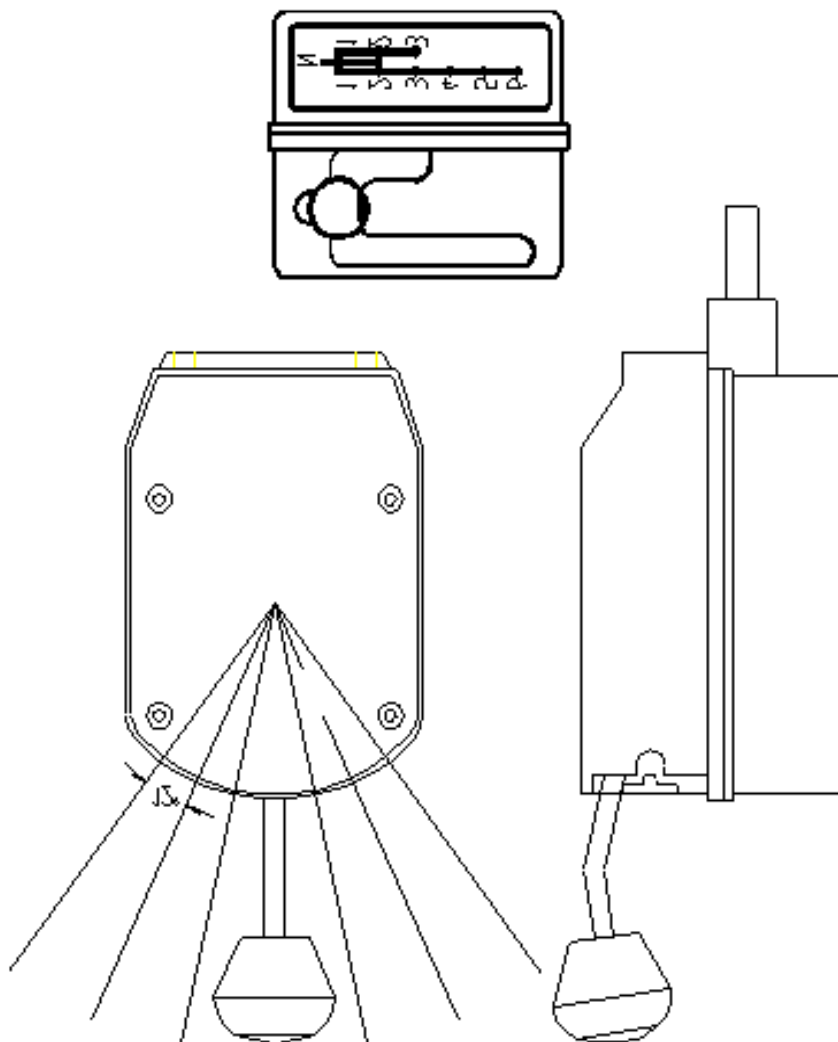

Рис. 4 Управление переключением
- Комбинированный переключатель: См. Рис. 4.